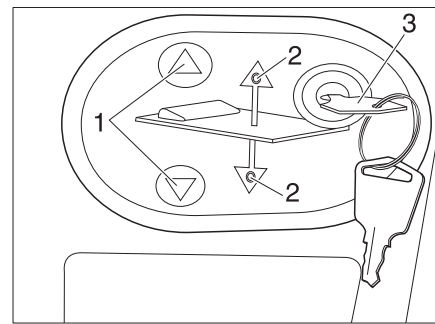

Fig. 162 Panel de mando de la cama elevada eléctrica
- Introducir la llave (Fig. 162,3) en el panel de mando.
- Pulsar y mantener pulsada la tecla  o  (Fig. 162,1). El LED correspondiente (Fig. 162,2) se enciende y la cama elevada se baja o se levanta.
- Cuando se alcanza la posición deseada, soltar la tecla  o  (Fig. 162,1). El LED correspondiente (Fig. 162,2) se apaga.
- Extraer la llave (Fig. 162,3).